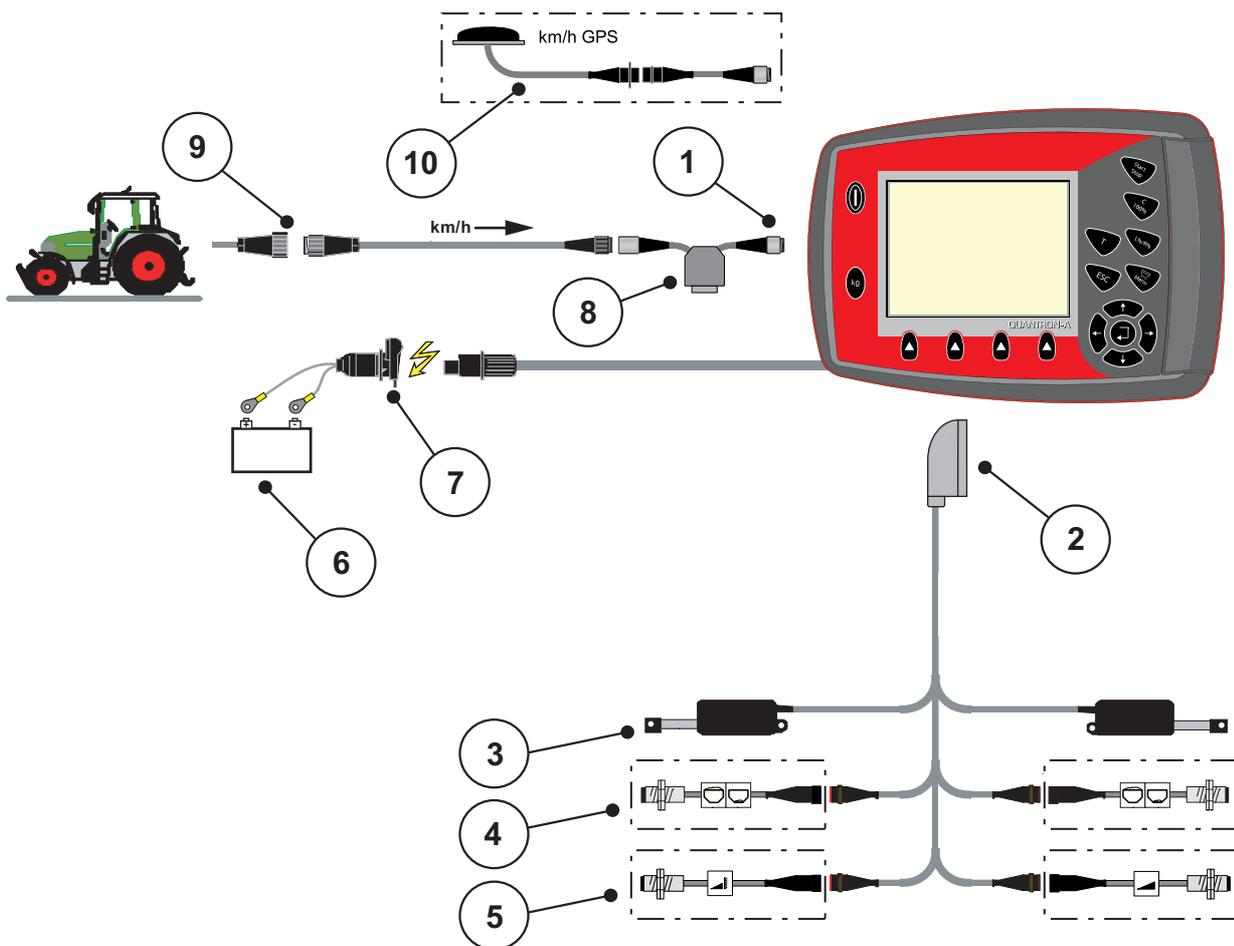
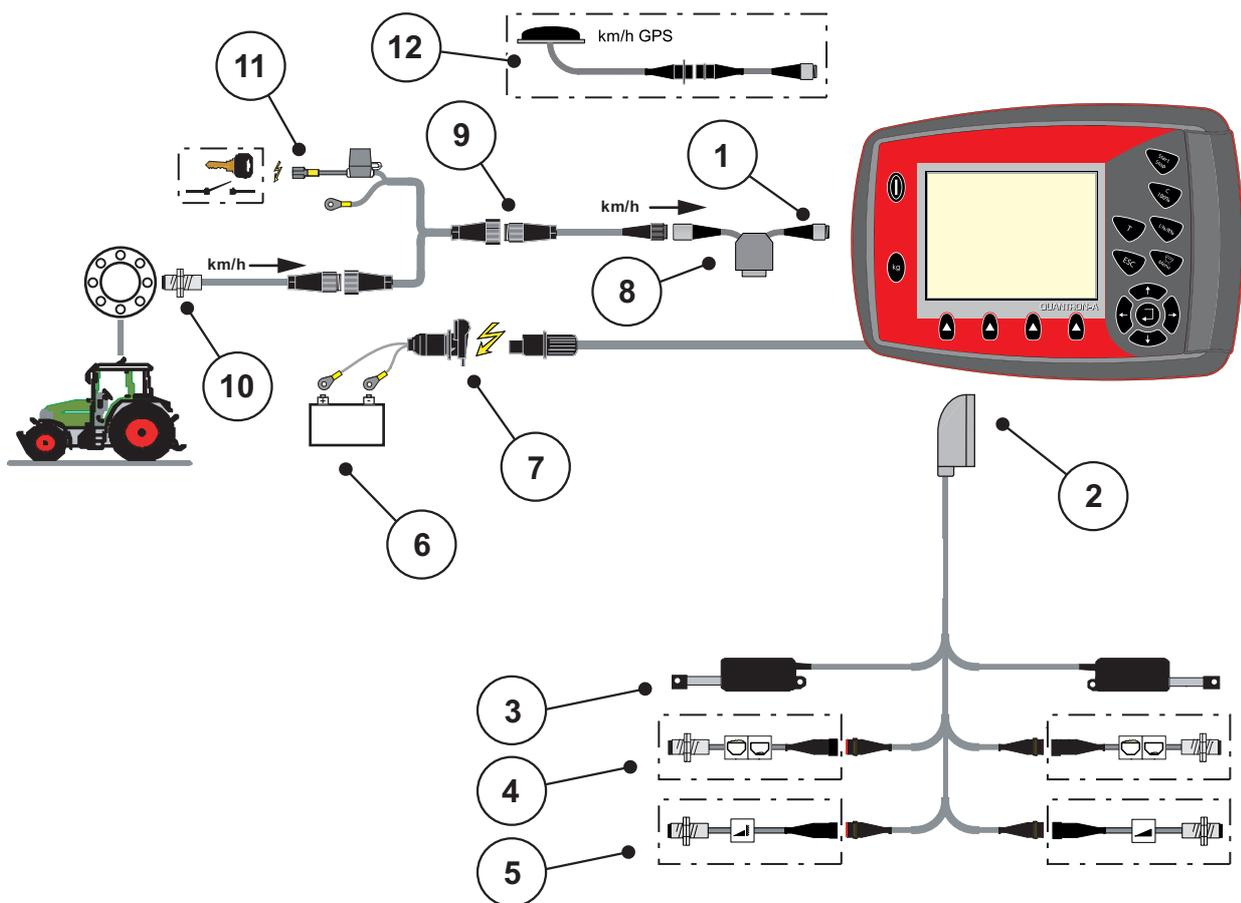

Bild 3.3: Schematische Anschlussübersicht QUANTRON-A (Standard)
Bild 3.5: Schematische Anschlussübersicht QUANTRON-A
- Die Bedieneinheit an der 7-poligen Steckdose oder am Fahrgeschwindigkeitssensor anschließen (je nach Ausstattung, siehe Bild 3.3 bis Bild 3.5).